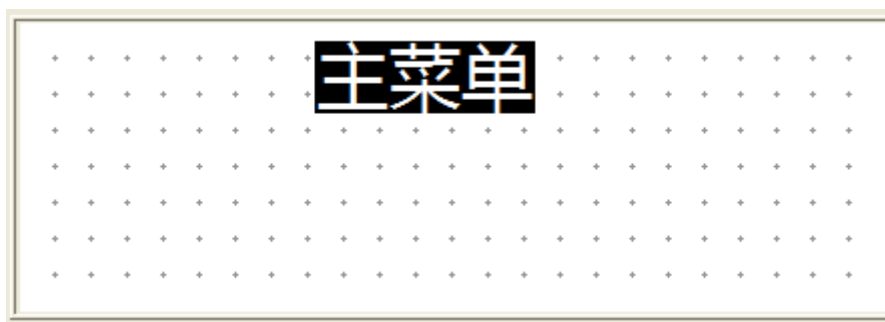

图 2.26 静态文本
**例：**反色显示字符“主菜单”，在静态文本的文本栏中输入“主菜单”字符，并选中“反相”复选框。画面效果如图 2.26 所示。